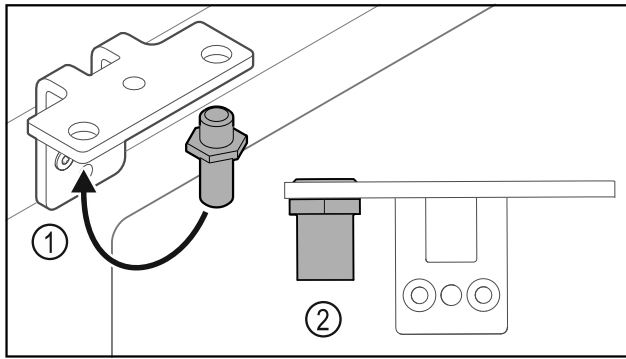

Fig. 24
- ▶ Перемістити палець Fig. 24 (1) у шарнірному кутику.
- ▶ Затягнути палець Fig. 24 (2) з **обертальним моментом 12 Нм**.